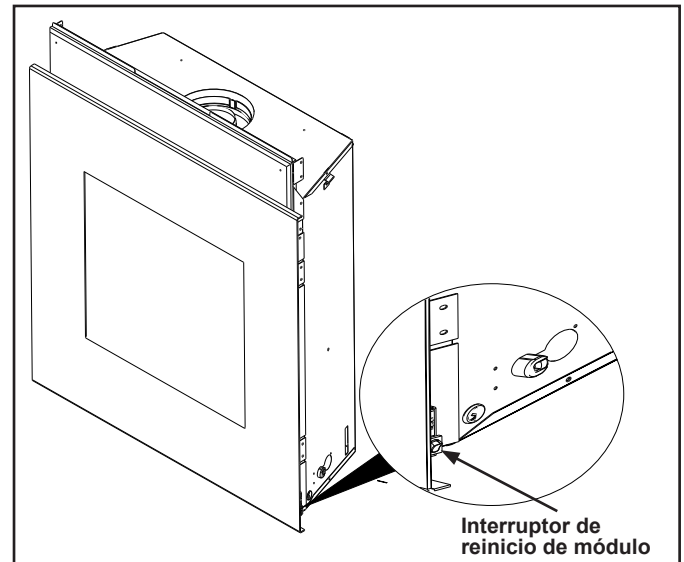

Figura 2.4 Localice el interruptor de reinicio del módulo - Studio Delante
- Localice el interruptor de reinicio del módulo. (Ver Figura 2.4 or 2.5)
- Espere cinco (5) minutos para permitir que se disipe el posible gas acumulado.